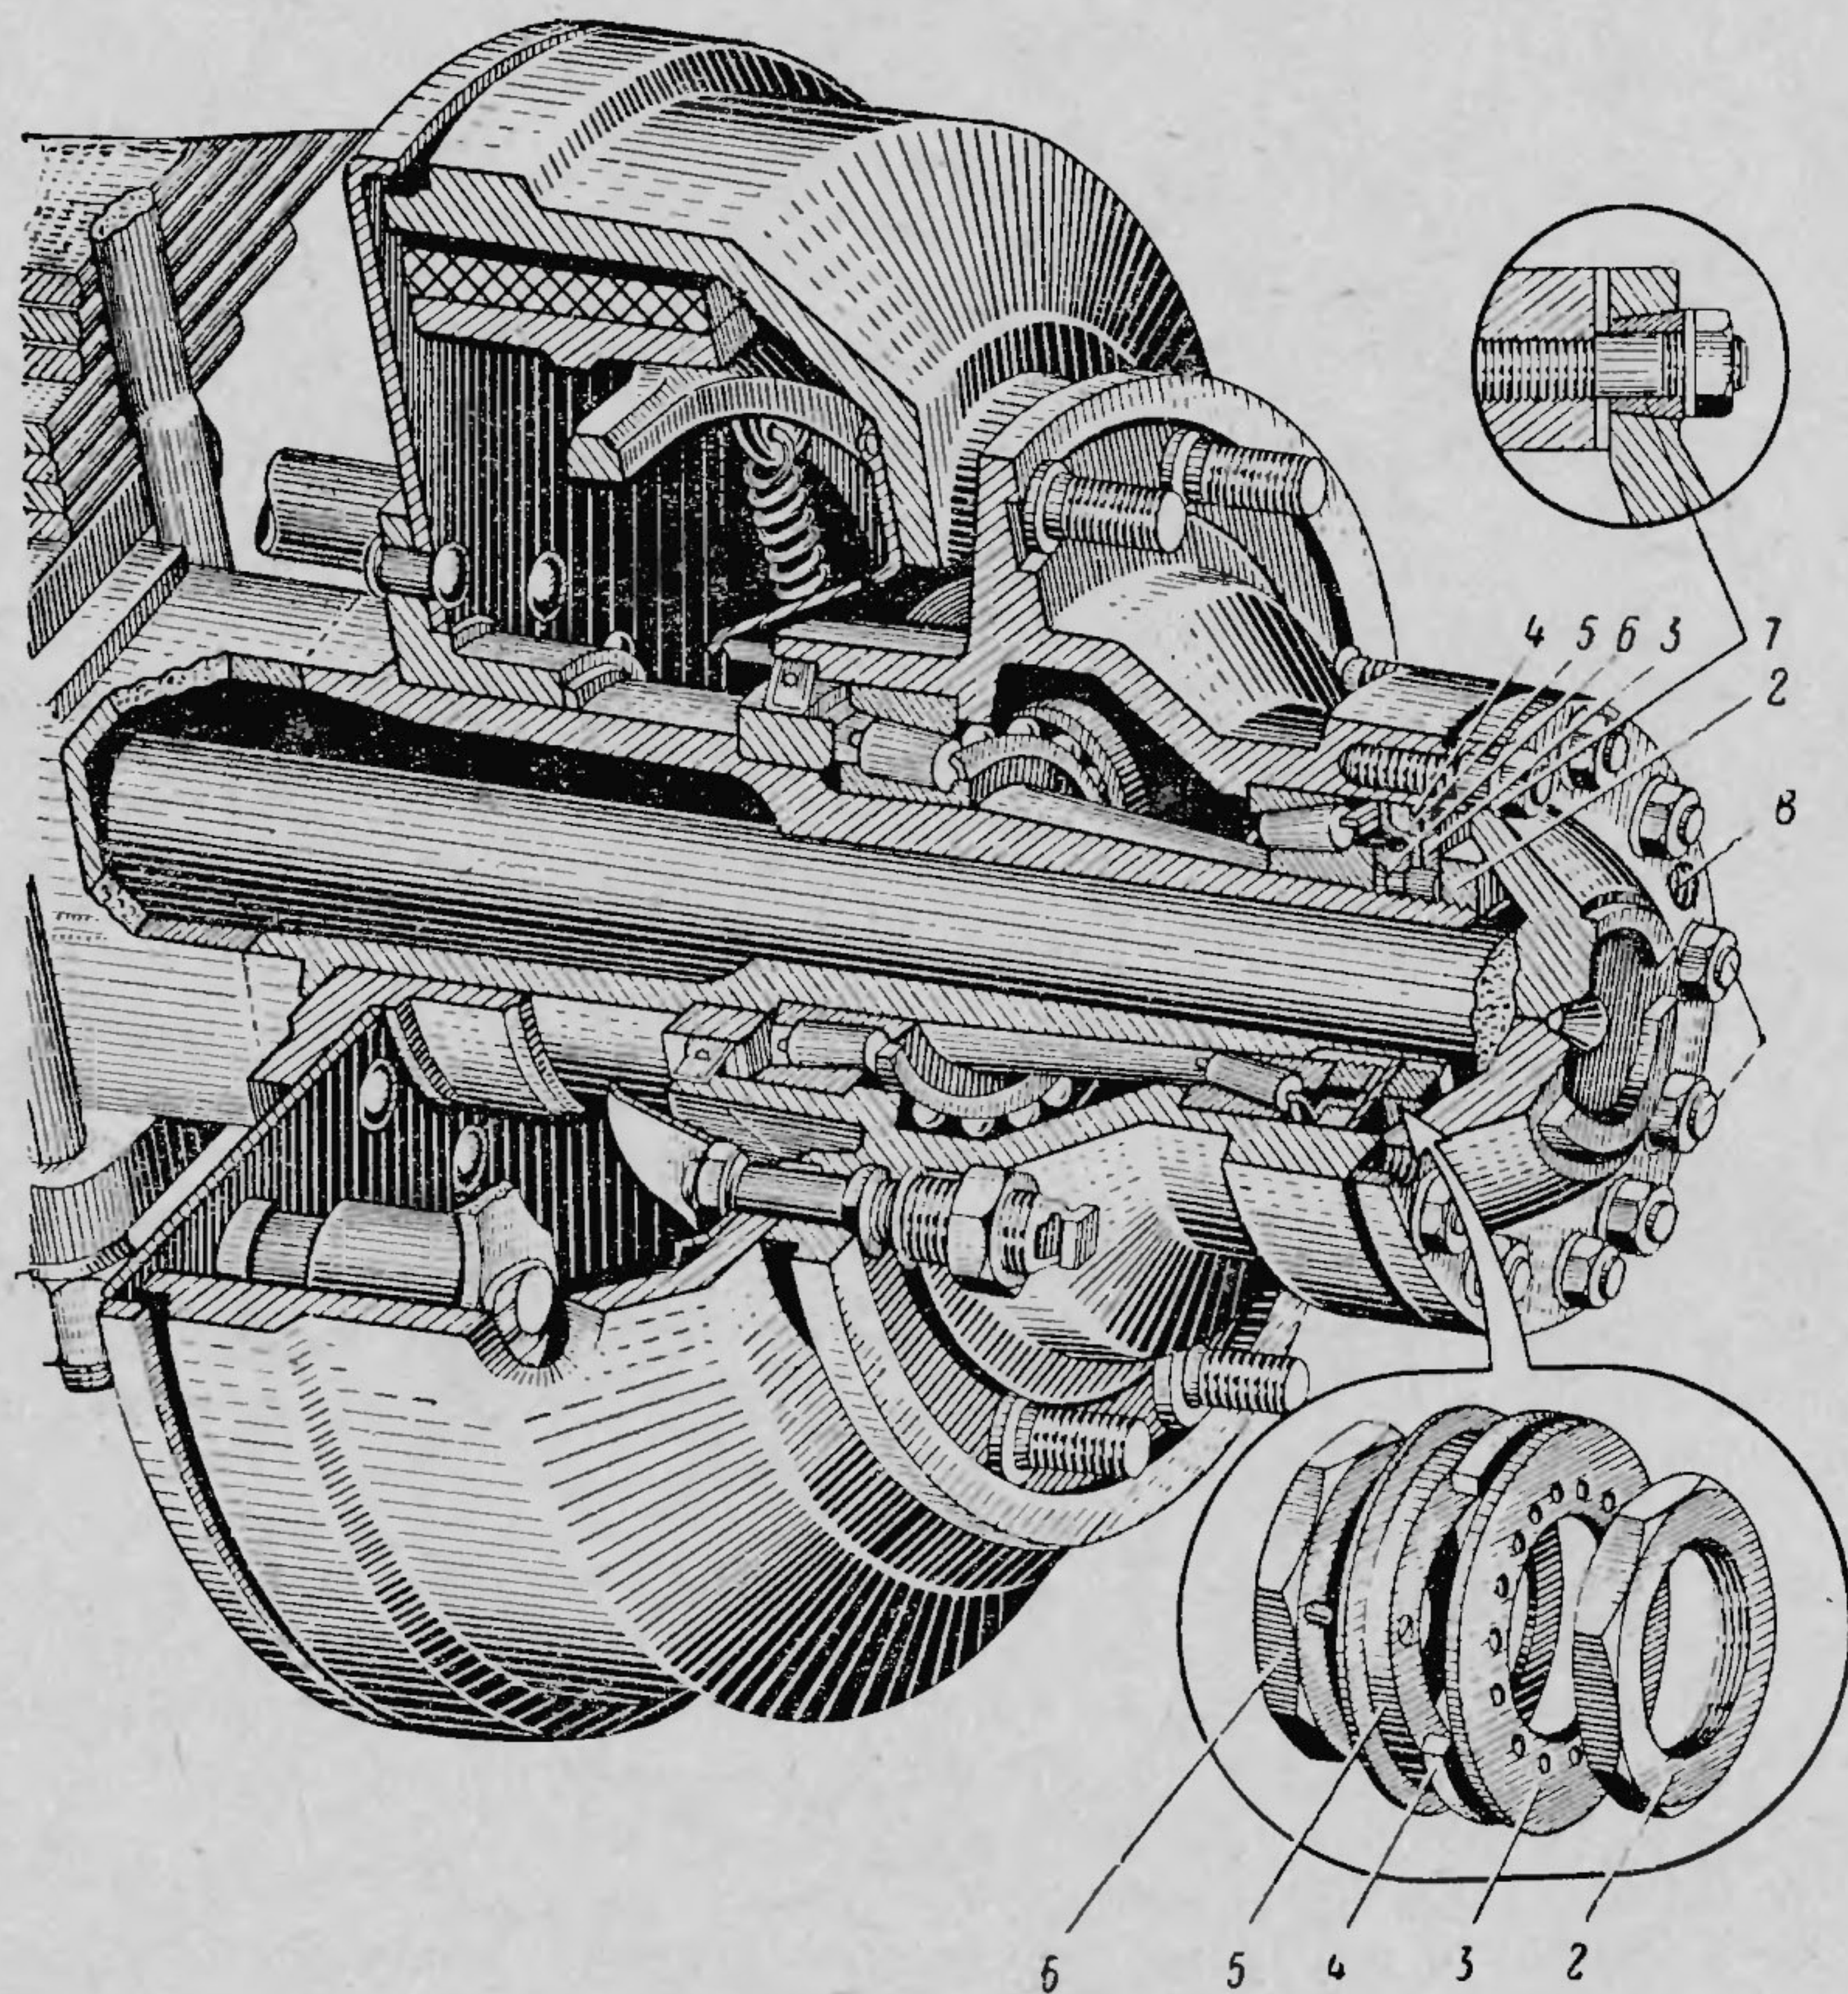

Рис. 57. Ступица заднего колеса автомобиля ЗИЛ-130:
1. Отвернуть гайки 1 (рис. 57) крепления фланца полуоси.